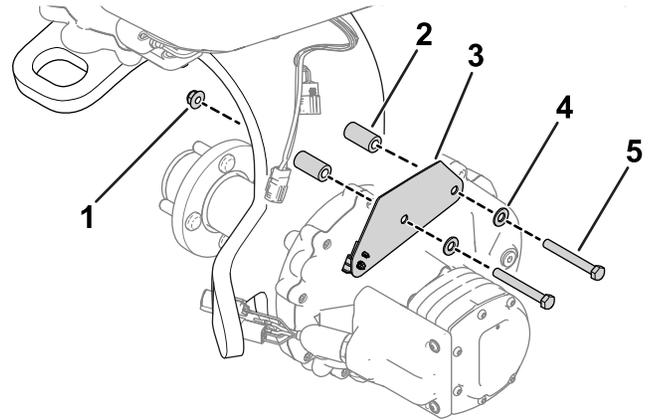

图 4
2. 使用之前卸掉的五金件将新线束支架固定到脚轮叉上 图 4。